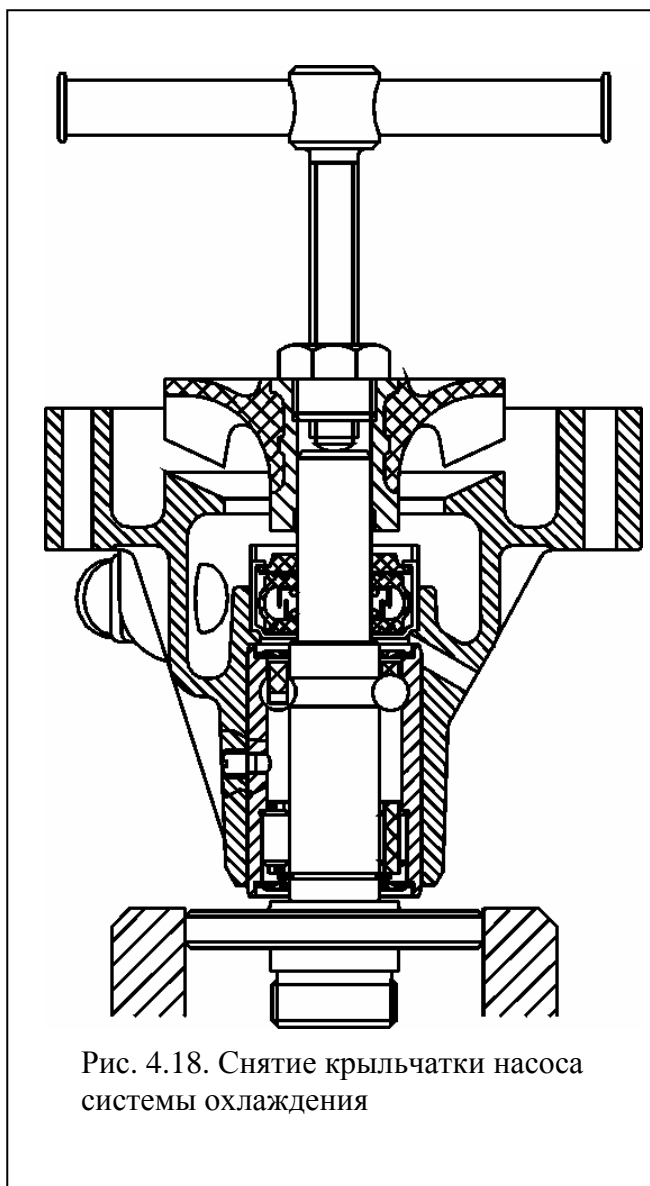

Рис. 4.18. Снятие крыльчатки насоса системы охлаждения
- снять съемником крыльчатку (рис. 4.18);